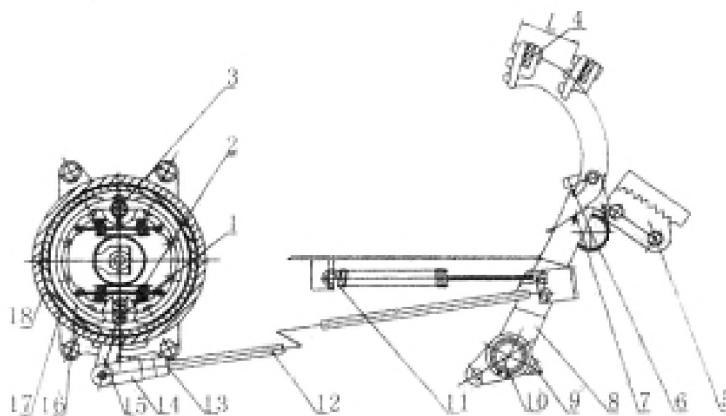

Рисунок 4-15. Тормозная система и механизм управления.
Трактор серии ТУ оснащен тормозной системой типа простого касания (рисунок 4-15). Тормозная система расположена симметрично валу ведущей шестерни редуктора. Тормозной барабан (17) соединен с ведущей шестерней редуктора шлицом. Как вращающаяся часть тормозной барабан вращается вместе с ведущим колесом при движении трактора. Корпус тормозной системы (18) является фиксированной деталью. Он зафиксирован на корпусе коробки передач болтами. Система торможения (16) поддерживается на корпусе тормозной системы тормозным валом (3), тормозным кулаком (1) и возвратной пружиной (2). Следует выдерживать определенный зазор между тормозным пальцем и тормозным барабаном. Когда педаль тормоза дает команду кулаку поворачивать, тормозной палец будет расширяться вокруг вала тормозного пальца, чтобы зажать вращающийся тормозной барабан. Производится трение между поверхностью трения внешней части тормозного пальца и тормозного барабана при торможении трактора.
Система управления тормозами является сложным устройством (рисунок 4-15). Она состоит из левой и правой педали тормоза (8), возвратной пружины педали (11), тормозной тяги (12), регулировочной вилки (14), вала педали тормоза (10), тормозного рычага (15), защиты тормозного рычага (7), защиты тормозов (6), зубчатой пластины тормозов (5), задвижки (4) и т.д.
Свободный ход педали – это расстояние между наивысшей точкой педали и точкой появления сопротивления при нажатии на педаль. Правильный свободный ход должен составлять 55-65 мм (рисунок 4-15).
Отрегулируйте левую и правую тягу по одной длине, затем затяните стопорную гайку (13) (рисунок 4-15).